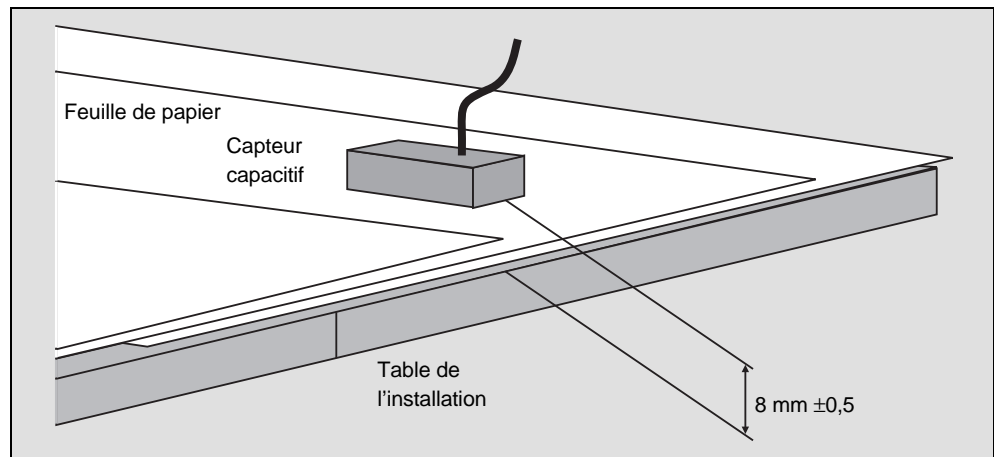

Fig. 4.3: Montage du capteur capacitif
- Montez le capteur capacitif parallèlement à la table de l'installation / plaque conductrice à une distance de $8 \text{ mm} \pm 0,5 \text{ mm}$. Un réajustement ultérieur de l'écart capteur - plaque conductrice n'est en général pas nécessaire. Si la table de l'installation n'est pas métallique, incorporez une plaque conductrice dans la table de telle façon qu'elle ne gêne pas le passage des feuilles. (Voir fig. 4.3)